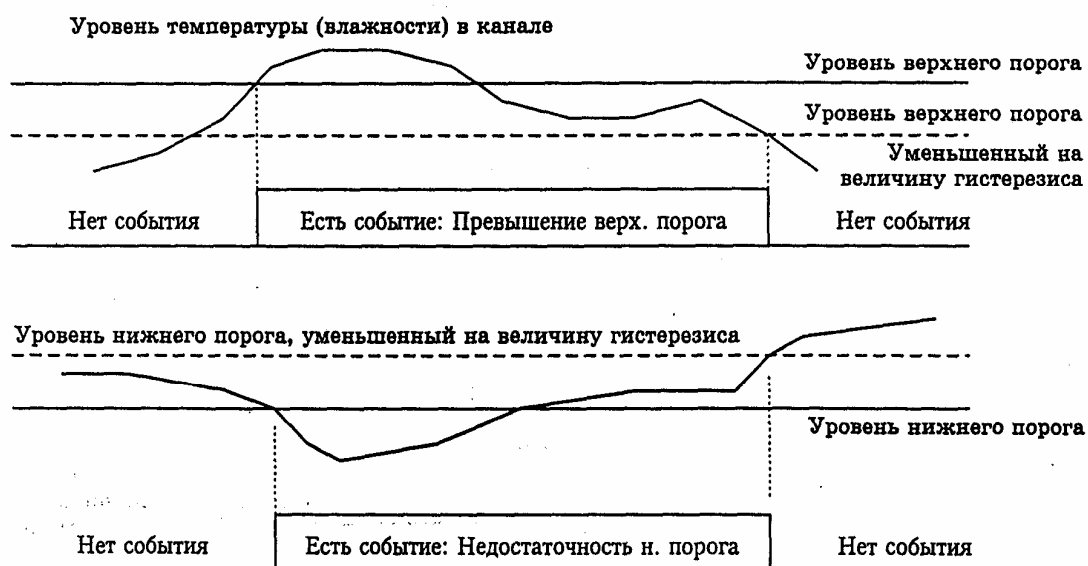

Рис. 3 Пояснение работы системы управления с зоной гистерезиса
**3.3.3.** Одно нажатие кнопки **“Режим”** – попадаем в режим **“Установки порогов”**. При этом на индикаторе появляется буква **“П”**. В режиме **“Установки порогов”** прибор позволяет установить для каждого параметра в каждом канале два пороговых значения - верхнее (верхний порог) и нижнее (нижний порог). Пороги - это верхняя и нижняя границы допустимого изменения соответствующей величины в соответствующем канале. При превышении параметром верхнего порога или снижении ниже нижнего порога в любом из незамаскированных каналов прибор обнаруживает это событие, переходит к отображению "аварийного" канала и выдает звуковой сигнал. Общее число возможных событий в приборе - 8 каналов x 2 параметра x 2 порога = 32. На любые 16 (32) из этих событий может быть назначено переключение соответствующей одной из 16 (32) линий управления. В данном режиме также устанавливаются значение ширины зоны регулирования (гистерезиса) для каждого порога. Наличие зоны гистерезиса необходимо для четкого (без дребезга) срабатывания линий управления (см. рис.3).